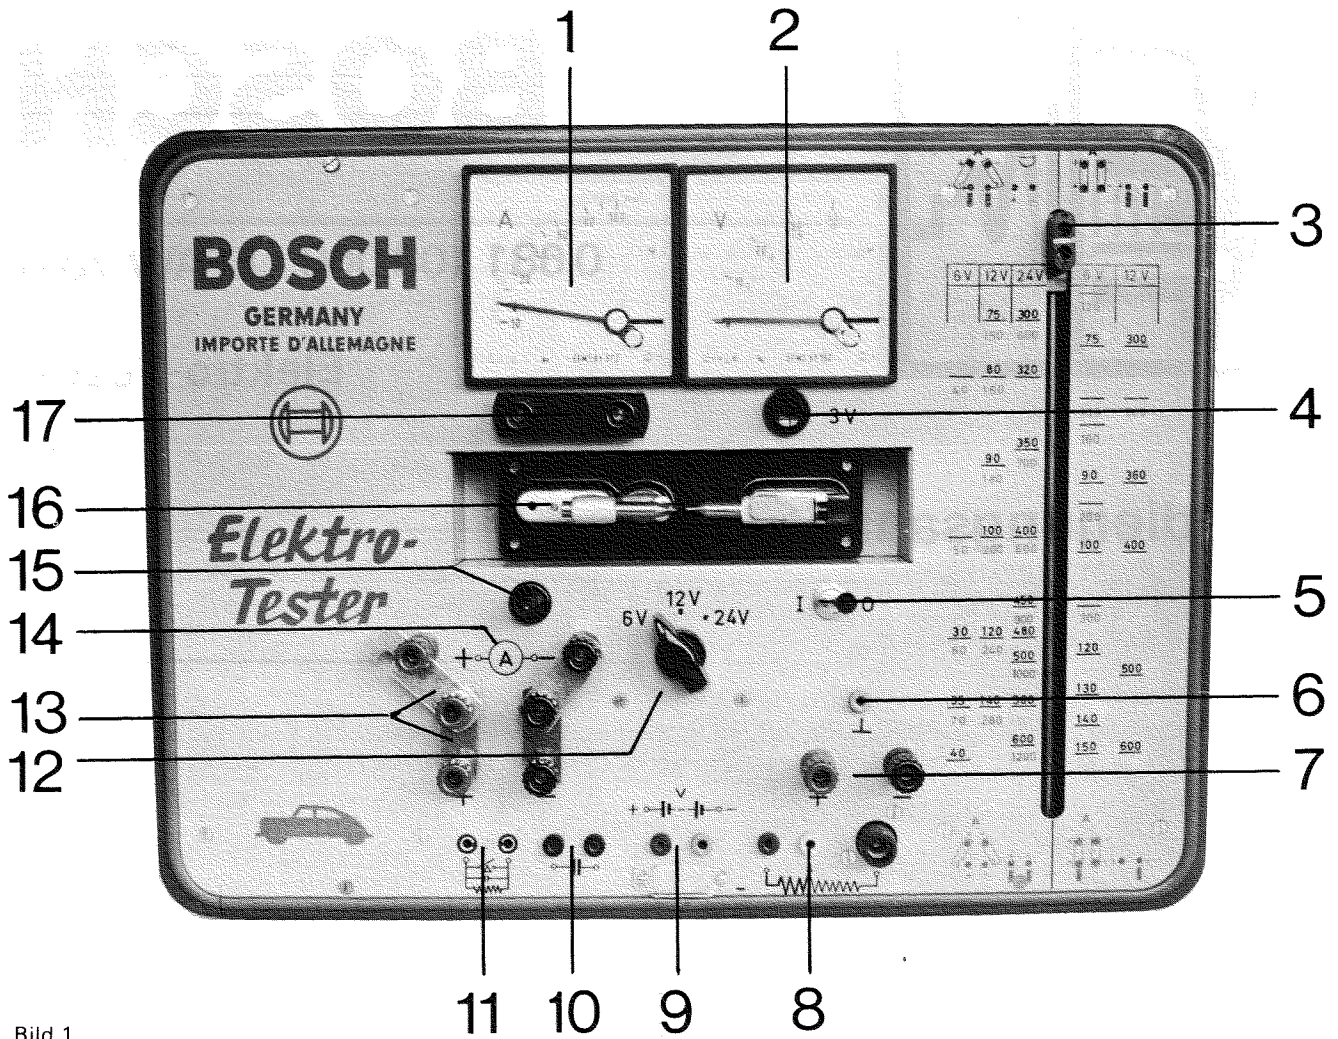

Bild 1
Elektrotester EFAW 70 (D) (Bild 1 und 2)